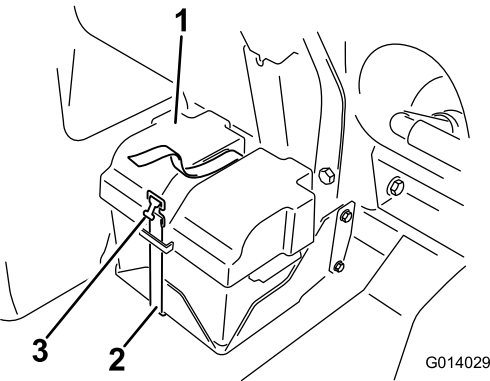

Figura 79
2. Rimuovete il coperchio della batteria e scollegate il cavo di messa a terra negativo (nero) dal polo della batteria (Figura 79).
4. Montate il coperchio della batteria e fissatelo con la cinghia rimossa in precedenza (Figura 79).